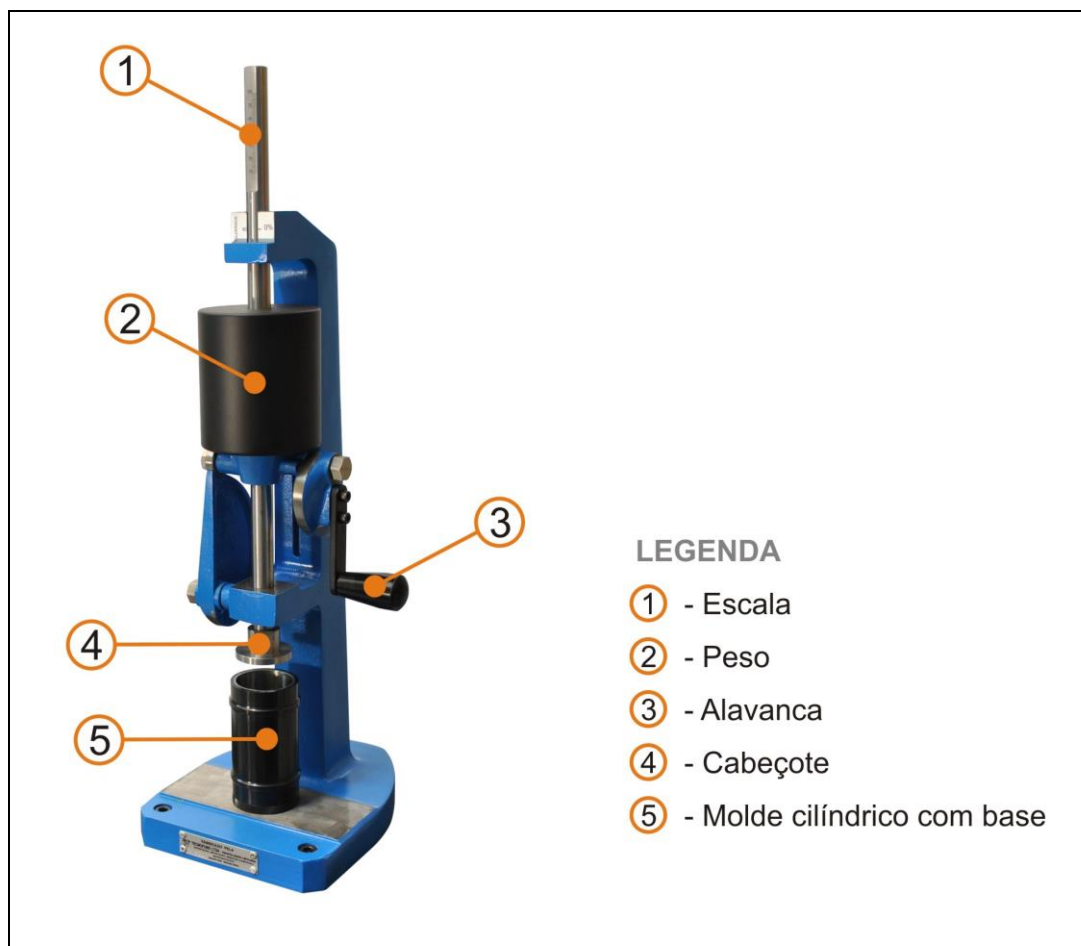

Figura 1 – Partes constituintes do marteleto
6.1\_ Na figura 1 são apresentadas as partes principais constituintes de um marteleto utilizado para areias de moldagem.